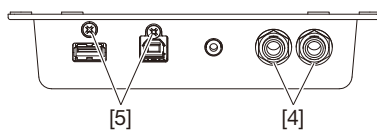

図 7
2. [5]のネジ 2 本と[4]のナット 2 個を外して、JK シートを外します。(図 7)